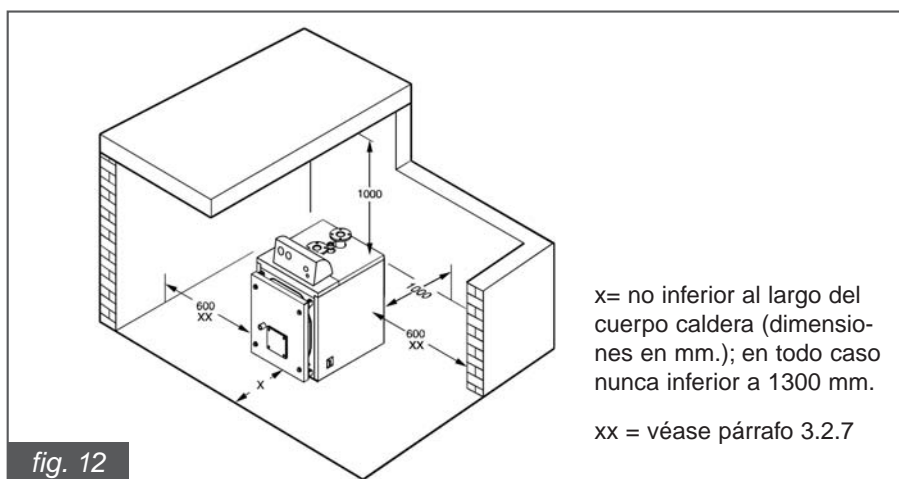

fig. 12
3.2.7 Elección del lugar de instalación de la caldera (fig. 12)